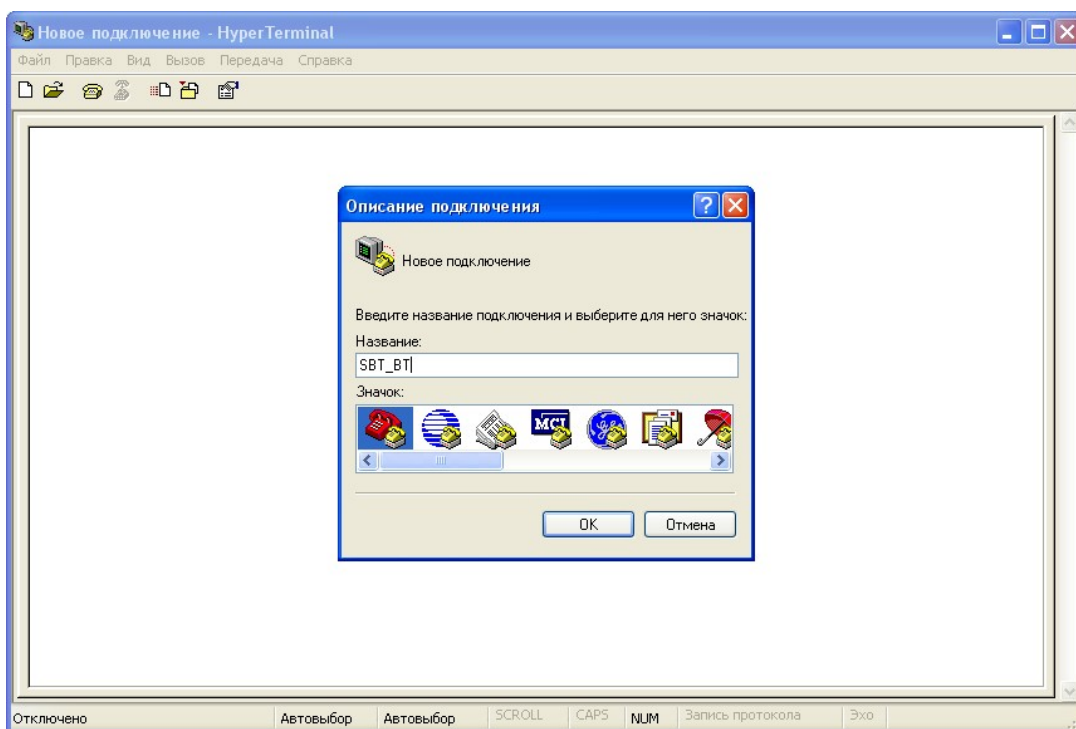

Рисунок 6.
- 1.8. Запускаем еще одно окно “Hyper Terminal” и создаем новое соединение, например, “SBT_BT” (Рисунок 6).